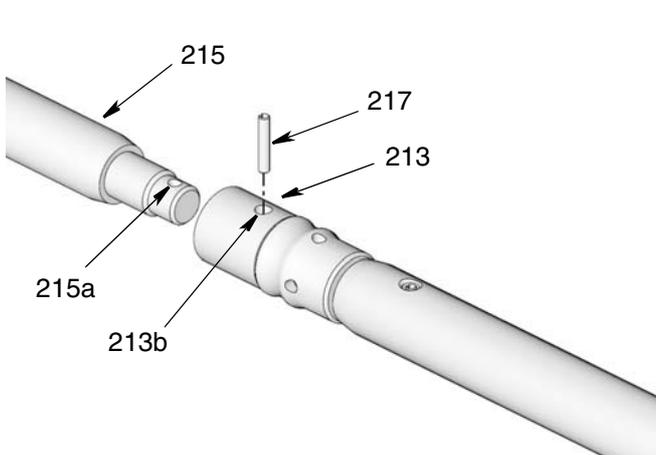

Рис. 38
8. Вкрутите шток заливки насоса (215) в конец штока поршня (213). Надежно затяните усилием руки две детали вместе при совмещении отверстия (215a) с отверстием (213b) (Рис. 38).
9. Вставьте штифт (217) сквозь совмещенные отверстия [215a и 213b (Рис. 38)]. При необходимости, поддержите штоки (215 и 213), чтобы не допустить изгиба штоков. Используйте остроконечный инструмент и молоток для посадки штифта внутри штоков.